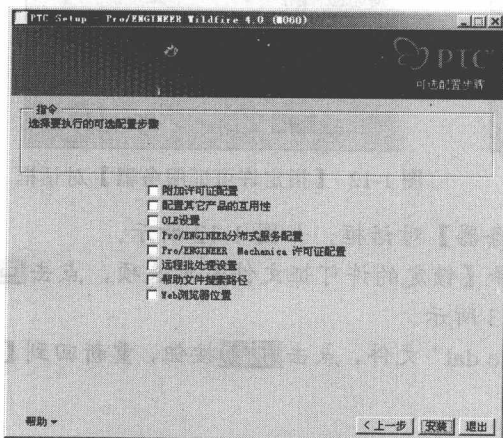
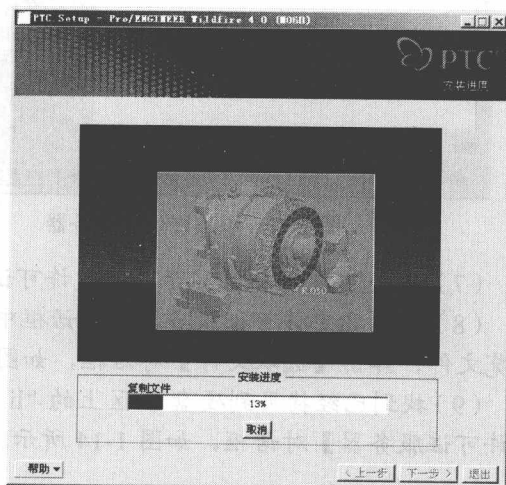

图 1-17 开始安装
图 1-18 安装界面
(12) 点击 **下一步 >** 按钮, 显示如图 1-17 所示的对话框, 不选任何选项, 单击 **安装** 按钮, 开始安装 Pro/E, 安装界面如图 1-18 所示。